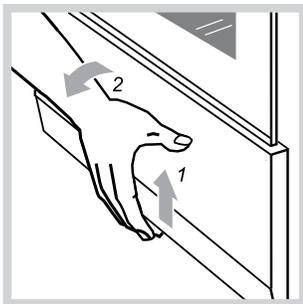

Рис. 13
- Плиты выпускаются двух исполнений: с выдвижным ящиком и с откидной дверцей. Чтобы открыть дверцу, ее нужно приподнять вверх и наклонить на себя (рис. 13).